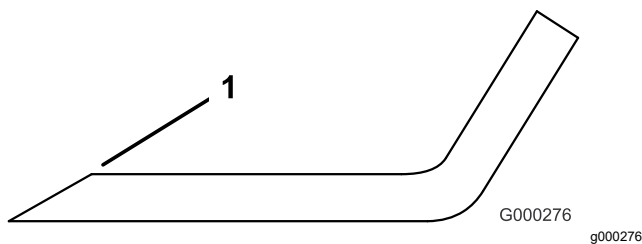

Bild 99
3. Prüfen Sie die Schnittkanten aller Messer und schärfen die Kanten, wenn sie stumpf sind oder Kerben haben (Bild 99).
Hinweis: Schärfen Sie nur die Oberseite der Schnittkante und behalten Sie den ursprünglichen Schnittwinkel bei, um die Schärfe des Messers zu gewährleisten (Bild 99). Das Messer bleibt ausgewuchtet, wenn Sie die gleiche Menge Metall von beiden Schnittkanten entfernen.